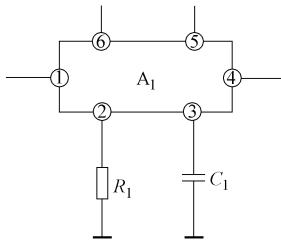

图 3-42 寻找元器件示意图
如图 3-42 所示，寻找电路中的电阻  $R_1$ ，先找到集成电路  $A_1$ ，因为电路中集成电路较少，找到集成电路  $A_1$  比较方便。然后，利用集成电路的引脚分布规律找到②脚，即可找到电阻  $R_1$ 。